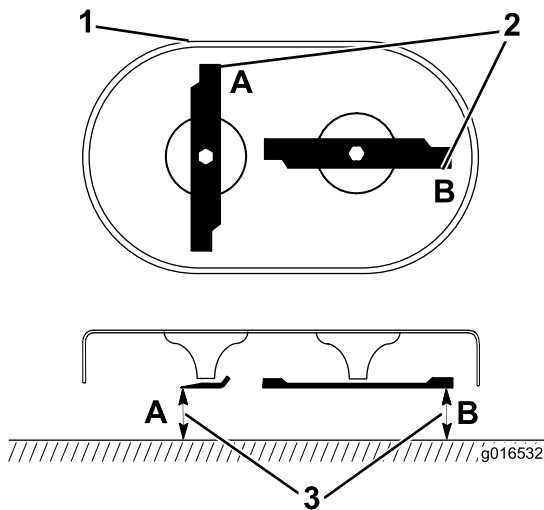

Figura 31
1. Gire las cuchillas hasta que estén posicionadas según se muestra en Figura 31.
2. Mida desde una superficie nivelada hasta los filos de corte, en las posiciones **A** y **B** (Figura 31) y anote las dimensiones.